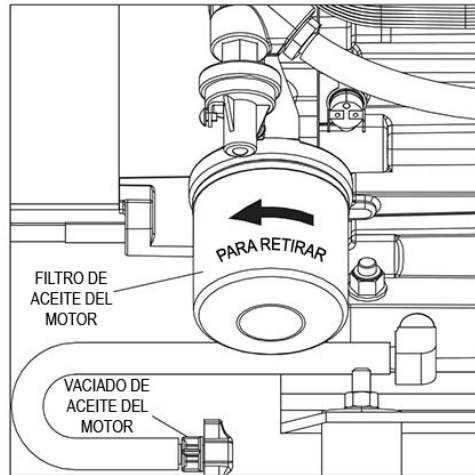

Figura 4-2: Ubicación del filtro y el vaciado de aceite
4. Vacíado el aceite, retire el filtro de aceite antiguo girándolo en sentido antihorario. Para la ubicación del filtro, vea la Figura 4-2.